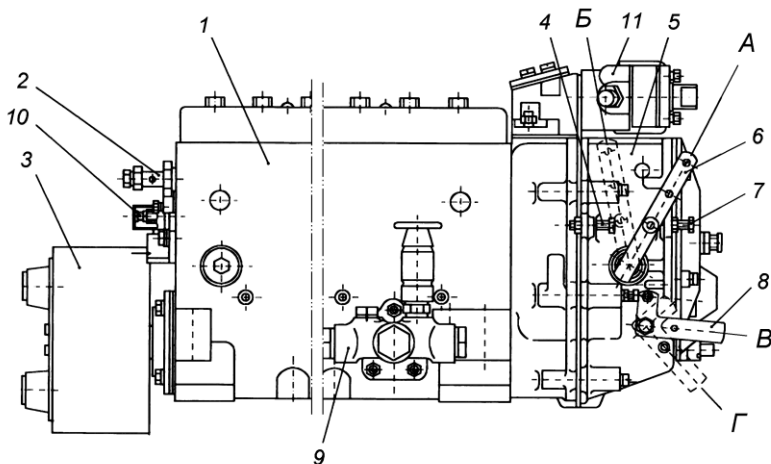
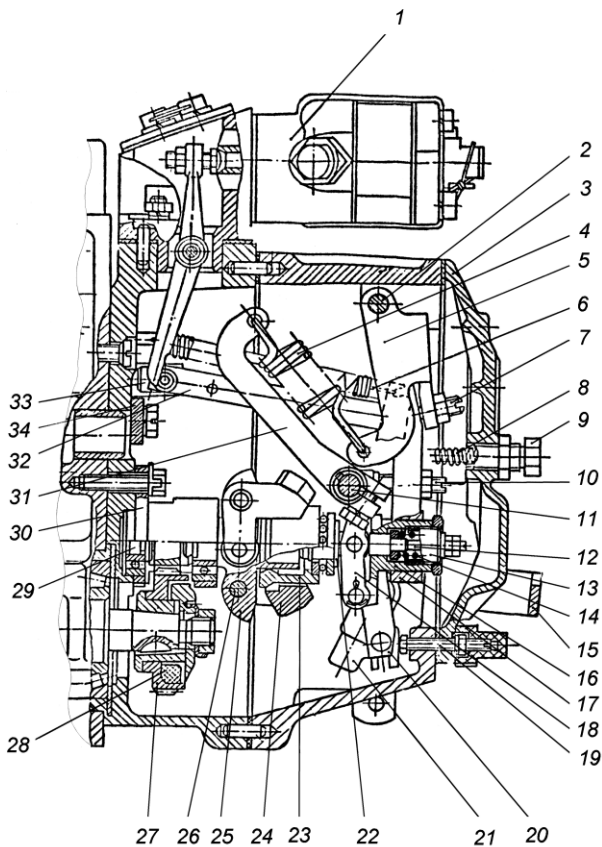

Рисунок 19 – Топливный насос высокого давления:
Рисунок 21 – Регулятор частоты вращения:
Топливный насос в сборе показан на рис. 19. С топливным насосом высокого давления в одном агрегате объединены регулятор частоты вращения 5, топливоподкачивающий насос 9 и демпферная муфта.
Связь секций с регулятором частоты вращения насоса осуществляется через рейку. Рейка топливного насоса перемещается в направляющих втулках, запрессованных в корпусе насоса. На выступающем из насоса конце рейки имеется болт 10 (рис. 19), которым она упирается в защитный колпачок при положении рейки перед пуском двигателя. При вывертывании болта из рейки подающая подача уменьшается.
Регулятор частоты вращения 5 (рис. 19) – механический, всережимный, прямого действия с повышающей передачей на привод грузов, предназначен для поддержания заданного водителем скоростного режима работы двигателя путем автоматического изменения количества подаваемого топлива в зависимости от изменения нагрузки на двигатель. Кроме того, регулятор ограничивает максимальную частоту вращения двигателя и обеспечивает работу двигателя в режиме холостого хода. Регулятор имеет устройство для выключения подачи топлива в любой момент независимо от режима работы двигателя. Автоматически поддерживаемый скоростной режим при изменяющихся нагрузках, регулятор обеспечивает экономичную работу двигателя.
Устройство регулятора показано на рис. 21. Регулятор расположен на заднем торце топливного насоса высокого давления. На конусе кулачкового вала находится ведущая шестерня 27 с демпфирующим устройством. Вращение от вала насоса на ведущую шестерню передается через резиновые сухари 28. Ведомая шестерня выполнена как одно целое с валиком 29 державки грузов и установлена на двух подшипниках в стакан 30.
На валик напрессована державка грузов 25 (рис. 21), на осях 26 которой находятся грузы 24. Грузы своими роликами упираются в торец муфты 23, которая через упорный подшипник и пята 22 передает усилие грузов рычагу регулятора 17, подвешенному вместе с двуплечим рычагом 5 на общей оси 2.
Муфта 23 с упорной пятой 22 в сборе одним концом опирается на направляющую поверхность державки, а за второй конец подвешена на рычаге 18 отрицательного корректора, закрепленном на втулке 16 отрицательного корректора. Пята муфты грузов связана через узел отрицательного корректора с рычагом рейки 20 и через тягу рейки 32 топливного насоса. К верхней части рычага рейки присоединена пружина 6 рычага рейки, удерживающая рейку насоса в положении, соответствующем максимальной подаче, что обеспечивает увеличенную подачу топлива при пуске двигателя. В нижнюю часть рычага рейки запрессован палец, который входит в отверстие ползуна кулисы 21. Вал 11 рычага регулятора жестко связан с рычагом управления 6 (рис. 19) и рычагом пружины 31 (рис. 21). Перемещение рычага управления регулятором ограничивается двумя болтами 4 и 7 (рис. 19). За рычаг пружины 31 (коротким зацепом) (рис. 21) и двуплечий рычаг 5 (длинным зацепом) зацеплена пружина регулятора 4, усилие которой передается с двуплечего рычага на рычаг регулятора через винт 7 двуплечего рычага. В рычаг регулятора ввернут регулировочный болт 10, который упирается в вал рычага пружины и служит для регулировки номинальной подачи топлива. В нижней части рычага регулятора расположено корректирующее устройство (12,13,14,16,18) с отрицательным корректором, предназначенного для формирования внешней скоростной характеристики ТНВД и крутящего момента двигателя. Рычаг регулятора снабжен боковой накладкой, удерживающей втулку 16 обратного корректора и упорную пяту 22 от проворота. Кроме того, хвостовик болта крепления боковой накладки, входя в боковой продольный паз втулки предохраняет ее от выпадения из расточки рычага. Упор 34, закрепленный на корпусе регулятора, не позволяет рычагу пружины 31 опасно приближаться к вращающимся грузам. Для полного выключения подачи топлива служит механизм останова, состоящий из кулисы 21, скобы 15 и возвратной пружины. Во время работы кулиса прижата усилием возвратной пружины к регулировочному винту 19. Сзади крышка регулятора закрыта крышкой 3 смотрового люка с буферным устройством, состоящим из корпуса 9 и пружины 8, которая, сглаживая колебания рычага 17 регулятора, обеспечивает устойчивую работу двигателя на холостом ходу.
- 1 Минимальная частота вращения холостого хода регулируется болтом 7 (рис. 19) и корпусом буферной пружины 9 (рис. 21);
- 2 Максимальная частота вращения холостого хода (начало выброса рейки) регулируется болтом 4 (рис. 19).
- 3 Номинальная мощность (подача) регулируется болтом 10, подрегулировка винтом 19 (рис. 21).
- 4 Предварительное натяжение пружины (разность оборотов конца и начала выброса рейки) регулируется винтом 7 (рис. 21).
- 5 Подача топлива при 500 мин-1 регулируется гайкой обратного корректора 12 (рис. 21).
- 6 Предварительное натяжение пружины обратного корректора (обороты начала срабатывания корректора) регулируется корпусом корректора 13 (рис. 21).
Топливоподкачивающий насос 9 (рис. 19) – поршневого типа предназначен для подачи топлива из топливного бака через фильтры грубой и тонкой очистки к топливному насосу высокого давления. Производительность топливоподкачивающего насоса в 3...4 раза превышает производительность топливного насоса высокого давления, что гарантирует стабильность процесса топливоподачи от цикла к циклу.